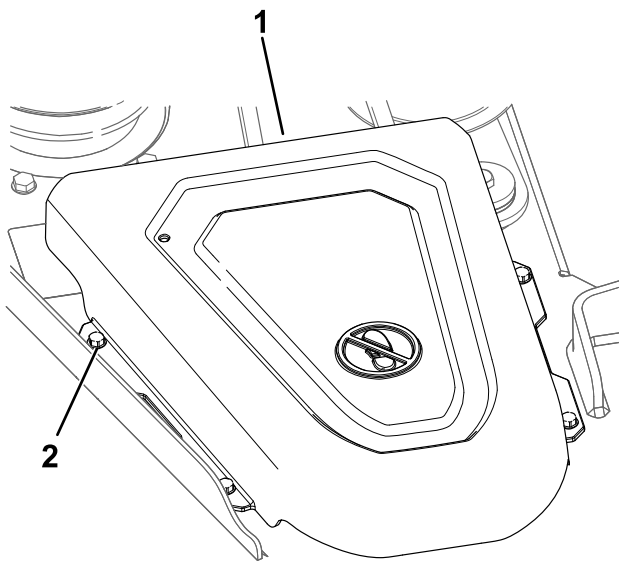

Figura 51
4. Para plataformas de 122 cm, desaperte os quatro parafusos de ambas as coberturas das polias e remova as coberturas (Figura 51).
9. Para as plataformas de 91 cm, instale as coberturas das polias (Figura 51).